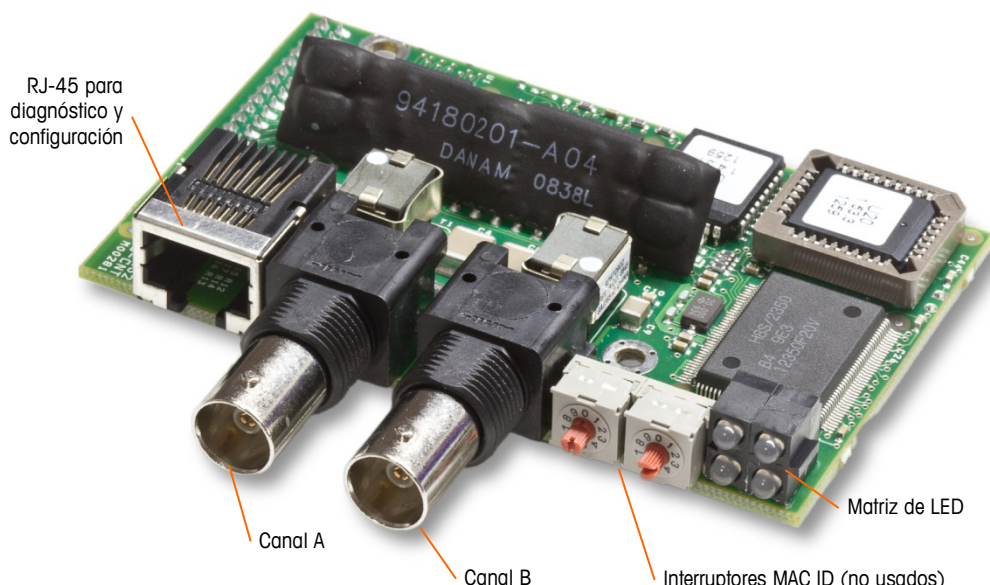
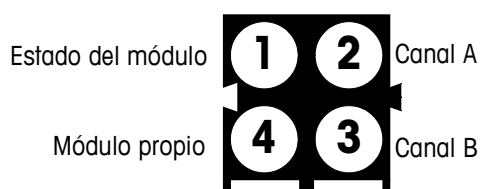

Figura A-81: Conexiones y componentes del módulo PLC de ControlNet
Figura A-82: LED indicadores de estado de ControlNet
El módulo PLC de ControlNet se conecta con la red ControlNet a través de dos cables coaxiales. El canal B es redundante con el canal A, y no se utiliza a menos que ControlNet no detecte señal en el canal A. Observe que la dirección de los módulos se establece en software, y los interruptores MAC ID indicados en la Figura A-81 no se utilizan.
- No enchufe un cable Ethernet en el conector RJ-45 mostrado a la izquierda en la Figura A-81. Puede ocurrir daño a la IND780.
La Figura A-82 muestra una matriz de LED indicadores de estado en la tarjeta ControlNet (vea también la Figura A-81).